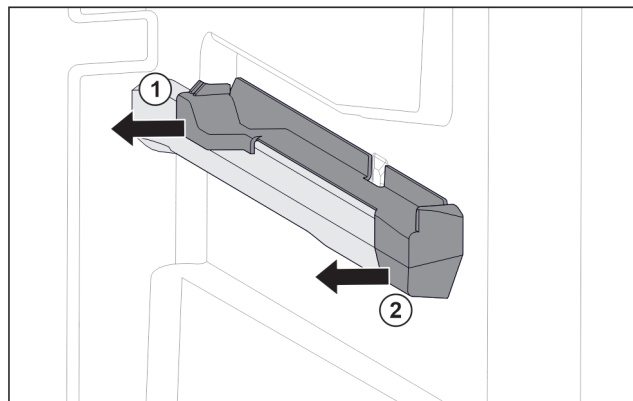

Fig. 75 Élément emboîtable sur la nervure de récipient droite
- Le retirer sur le côté par l'arrière. Fig. 75 (1)
- Le retirer sur le côté par l'avant. Fig. 75 (2)